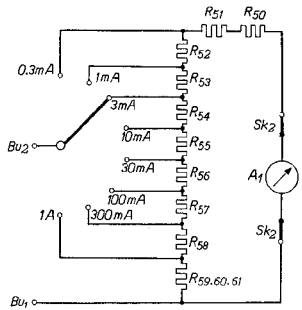

Fig. 4. Meting gelijkstroom (300µA -- 1 A)
**Gelijkstromen** worden gemeten met behulp van de shunt ( $R_{30}$  /m  $R_{44}$  zie fig. 4.) Door de hier gevolgde schakelwijze is de invloed van eventuele overgangswaard van de meetgebiedenschakelaar op de nauwkeurigheid geëlimineerd; de shunt verandert namelijk niet van waarde, slechts de aftakking wordt gewijzigd.